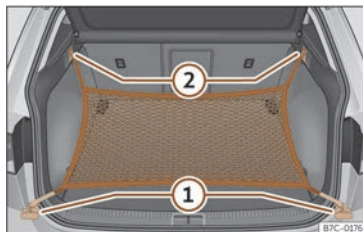

Abb. 166 Im Gepäckraum: Ösen (1) und Haken (2) zum Einhängen des Gepäckraumnetzes.
- Hängen Sie die kurzen Haken des Netzes in die Verzurrösen ein >>> (Abb. 166) ① >>> ⚠. Der Reißverschluss des Gepäckraumnetzes muss dabei nach oben zeigen.
- Befestigen Sie die Spanngurte in den Taschenhaken ②.